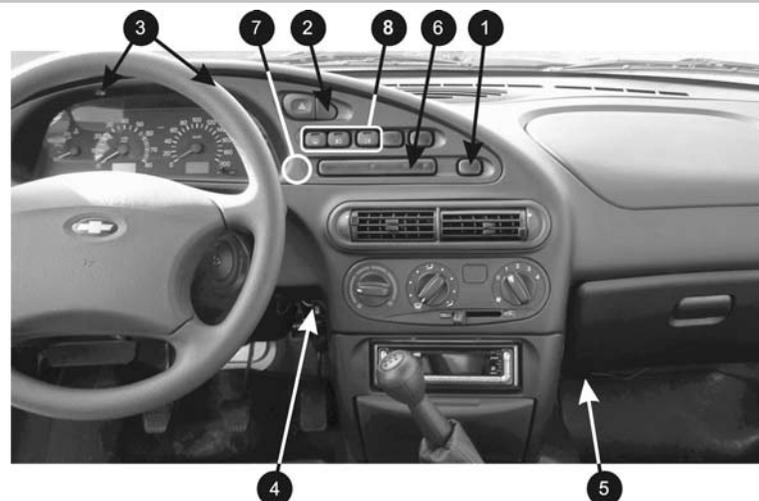

Рис. 2 Вид на панель приборов
3.1 Извлеките БКЛ (поз. 6, **Рис.2**) из панели приборов и отсоедините его разъём. В дальнейшей эксплуатации автомобиля БКЛ не понадобится, поэтому его можно убрать в комплект запчастей.
а. Извлеките декоративные заглушки (поз. 1, **Рис.2**) и (поз. 2, **Рис.2**).
в. Выверните 2 самонарезающих винта (поз. 3, **Рис.2**), расположенных вертикально над комбинацией приборов.
г. Аккуратно извлеките щиток панели приборов, начиная с правого угла (слева находится направляющая в виде “язычка”, а в районе поз. 7 (см. **Рис.2**) с обратной стороны щитка панели приборов находится “защёлка”).
- 3.7** Выполните для **белого с красной** полосой провода "габаритные огни" из жгута БК "подключение в разрыв" к любому **белому** проводу в контактной колодке любой кнопки (поз. 8, **Рис.2**), а именно, кнопки выключателя обогрева заднего стекла, кнопки выключателя передних противотуманных фар или выключателя задних противотуманных огней (справа от комбинации приборов).
- Протяните **красный** провод "РЕЛЕ вентилятора" из жгута БК от панели приборов за консолью панели приборов (за "бородой") вправо к блоку реле, находящемуся под ящиком для перчаток (под "бардачком") (поз. 5, **Рис.2**).